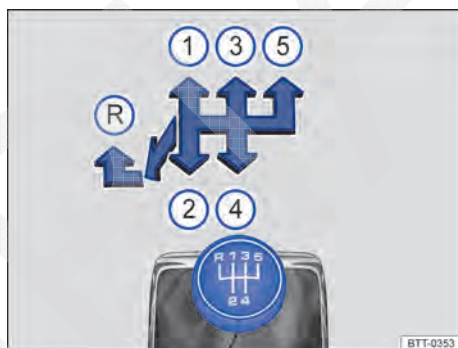
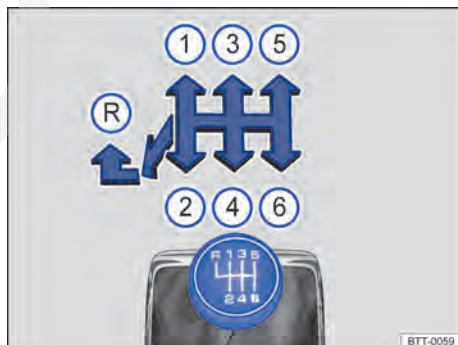

Fig. 140 Esquema de troca de marchas da transmissão manual de 5 marchas.
Fig. 141 Esquema de troca de marchas da transmissão manual de 6 marchas.
As posições de cada marcha estão representadas na alavanca da transmissão → Fig. 140 ou → Fig. 141.
- Empurrar a alavanca da transmissão totalmente para a esquerda e depois para frente até a posição da marcha a ré → Fig. 140  ou → Fig. 141 .